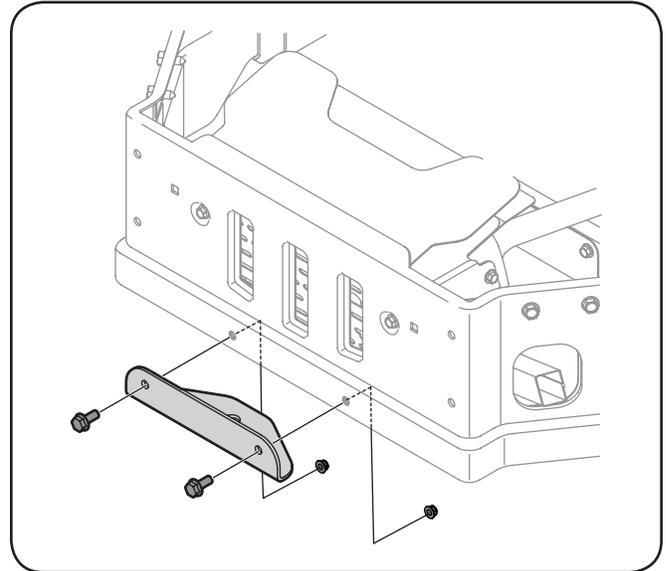

Figure 3-10
1. Retirez les boulons et les écrous autobloquants qui fixent l'attache de remorquage au pare-chocs. Voir Figure 3-10.